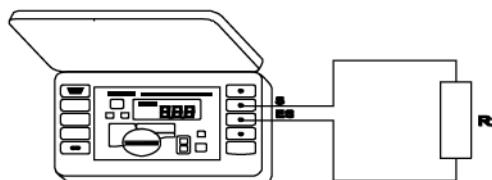

Рис.6. Двухполюсная схема для измерения сопротивления
- Подключить измерительные провода к измерительным гнездам **2** и **3** с обозначениями „**S**“ и „**ES**“ соответственно (Рис.6).